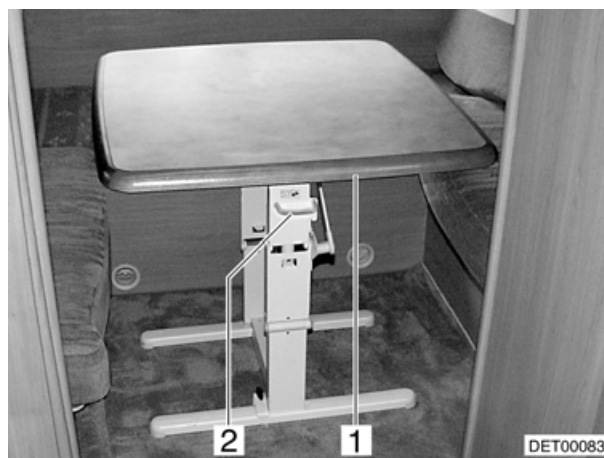

Fig. 29 Tavolo orientabile della dinette a U
- Spingere la maniglia (Fig. 29,2) verso l'alto.
- Ruotare il piano del tavolo (Fig. 29,1) formando un arco verso il basso finché la maniglia non si innesta.